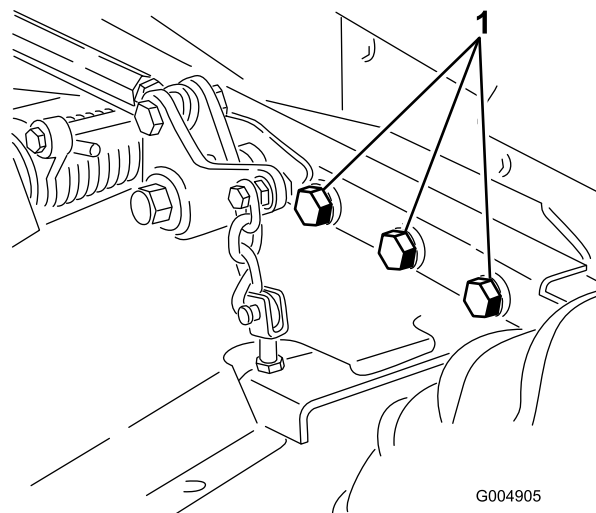

図 66
4. ボルトナット類にゆるみながいか点検し、必要な締め付けを行う。特に、刈り込みデッキをトラクションユニットに固定しているボルト6本については、確実にトルク締めする 359 Nm 図 66。